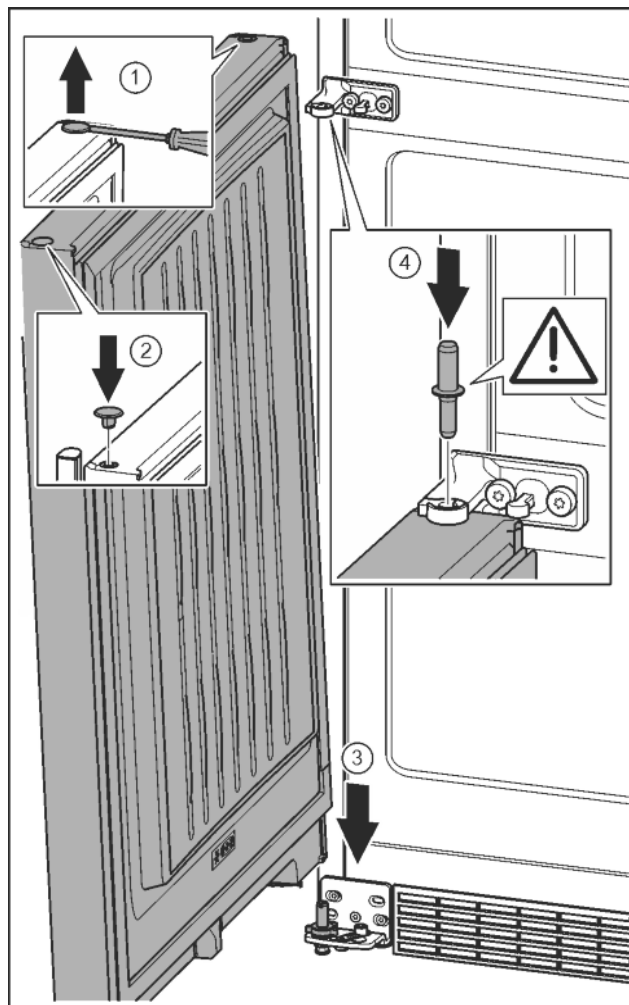

Fig. 22
- Soulever délicatement le bouchon avec un tournevis plat et le sortir. *Fig. 22 (1)*
- Remettre en place le bouchon de l'autre côté de la porte. *Fig. 22 (2)*
- Mettre la porte par le haut sur l'axe de palier inférieur. *Fig. 22 (3)*
- Mettre en place l'axe de palier du milieu à travers le support de palier du milieu dans la porte inférieure. Veiller à ce que l'ergot d'enclenchement soit orienté en arrière. *Fig. 22 (4)*